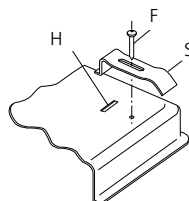

Fig. 10
- O kit de fixação que acompanha o produto é composto de suportes especiais e parafusos (fig. 10 - "S" e "F") e material para evitar a infiltração de líquidos no tampo (massa de calafetar para isolamento).
Na parte inferior deve ser encaixado o suporte "S" (fig. 10).